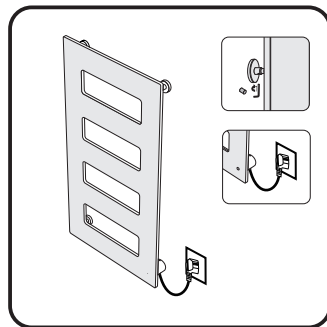

Рис. 13
**ВНИМАНИЕ! Опорный диск (2) необходимо монтировать широкой частью наружу!**
4.14. Вденьте установленные на дизайн-радиаторе шпильки в посадочное отверстие кронштейна и закрепите стопорными винтами (рис. 13).
4.15. По окончании установки включить электрошнур в электросеть, светодиод загорится синим светом (рис. 13). Изделие готово к работе.